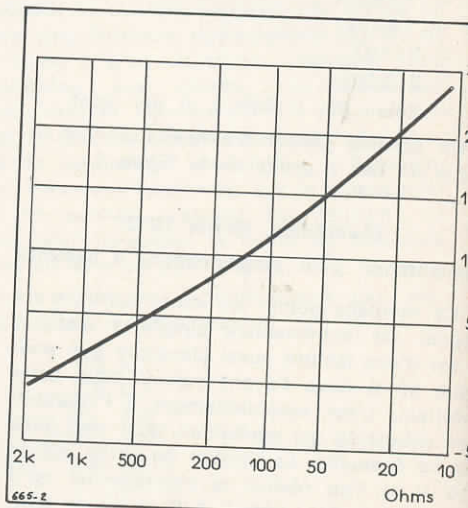

Fig. 2
a) **THERMOMETRIE :** En effet la mesure de la valeur ohmique d'une thermistance « KANEGA » revient à mesurer l'ambiance dans laquelle elle se trouve. Il est à remarquer que les éléments de  $3100\text{ }\Omega$  à  $+20\text{ }^{\circ}\text{C}$  donnent la variation considérable de  $100\text{ }\Omega$  par degré centigrade (le graphique de la figure 2, concrétise clairement et explicitement lesdites variations de résistance des thermistances « KANEGA », avec la température).